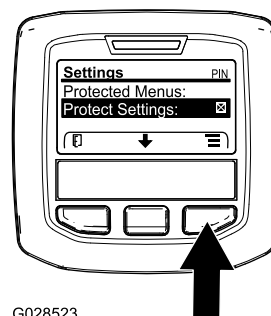

Figure 10
1. Dans le MENU PRINCIPAL, appuyez sur le bouton central pour naviguer jusqu'au menu RÉGLAGES, puis appuyez sur le bouton droit (Figure 10).